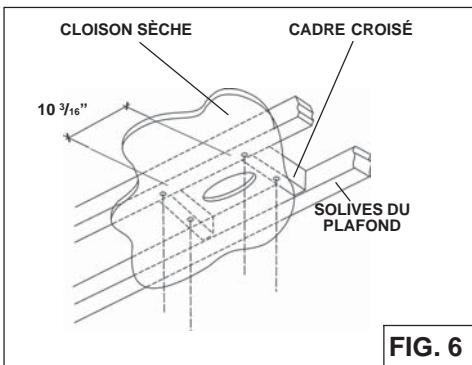

FIG. 6
- Perfectionnez la surface du plafond. Assurez-vous de bien marquer l'emplacement des solives et du cadre croisé au plafond (Fig. 6).